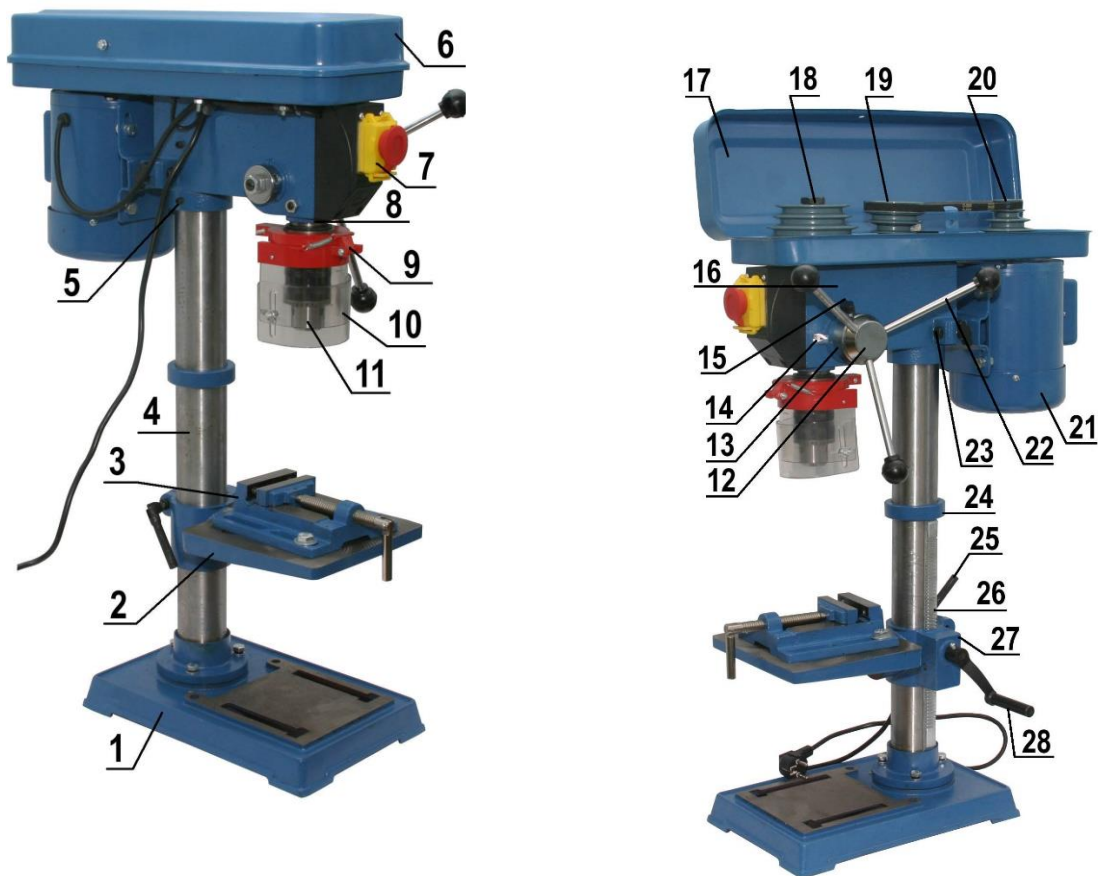

Рис. 1
5.2. Станок состоит из следующих основных частей, указанных на рис.1: